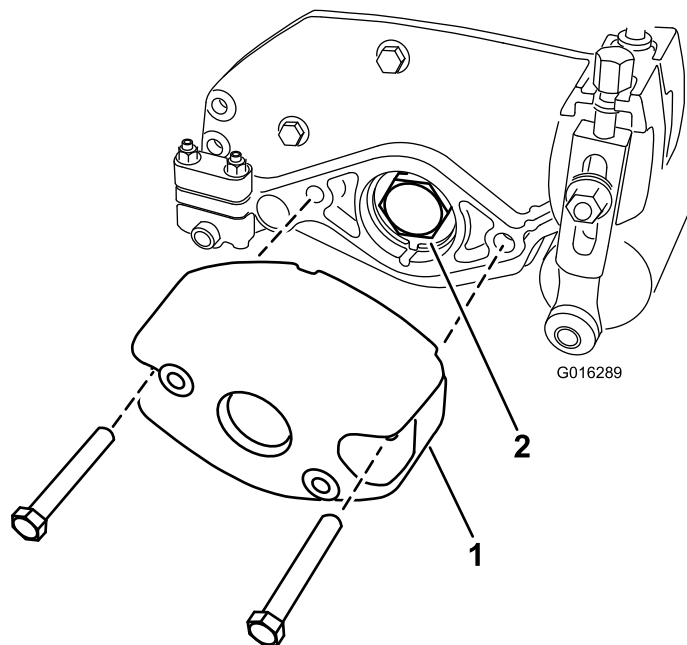

Figura 2
5. Remova os 2 parafusos e porcas que fixam o contrapeso à extremidade direita da unidade de corte. Retire o contrapeso (Figura 2).
6. Desmonte a porca do rolamento do eixo do rolo (Figura 2).